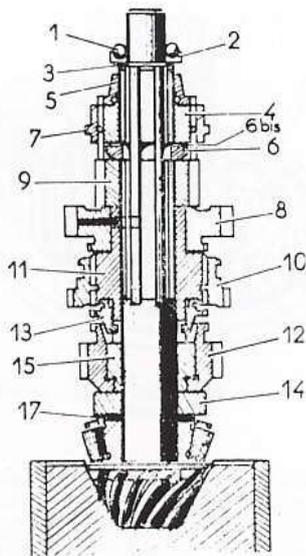

Fig. 69. — Arbre pignon d'angle avec son empilage
• Retirer la cage à billes (1) (fig. 69), la piste (2) de la butée et ses rondelles de réglage (3), le support de clabot de 3^e (4), puis le synchro (5) et ensuite :
- la rondelle de blocage (6) ;
- le pignon de surmultipliée (9) ;
- le support de roue de M. AR (11) ;
- le manchon (15) et
- la roue de 2^e (12).